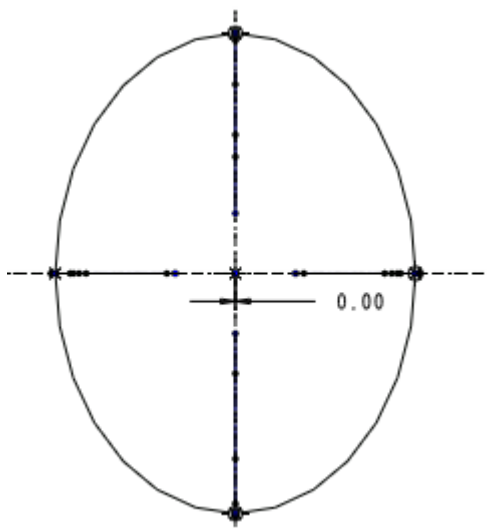

图 45-9
(4) 在【选项】面板中选择“可变剖面”选项。
(5) 单击  按钮，系统进入草绘环境，绘制如图 45-9 所示的一个椭圆。注意：轮廓轨迹线的端点应在绘制的椭圆边线上。